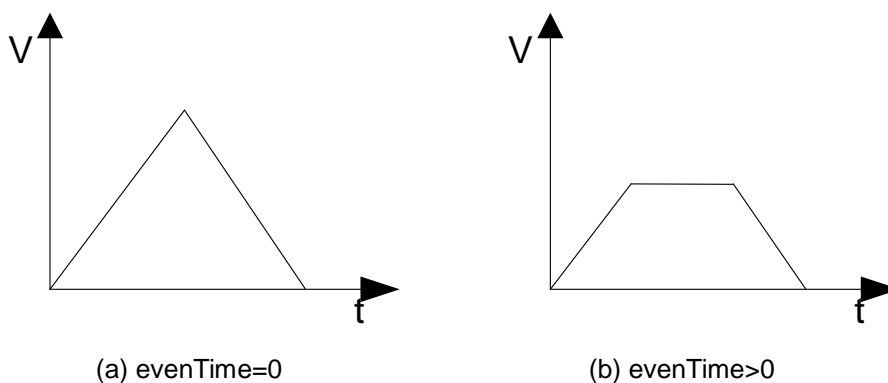

图 4-4 不同 evenTime 下的速度曲线
- **evenTime**: 每个插补段的最小匀速时间。当用户设置的插补段比较短时，而该插补段的目标速度又设置的比较大，则会造成合成速度的曲线如图 4-4 (a)所示，只有加速段和减速段，形成一个速度尖角，加速度在尖角处瞬间由正值变为了负值，造成较大的冲击；设置了 **evenTime** 之后，可以减小目标速度，使速度曲线如图 4-4 (b)所示，减小了加速度突变的冲击。